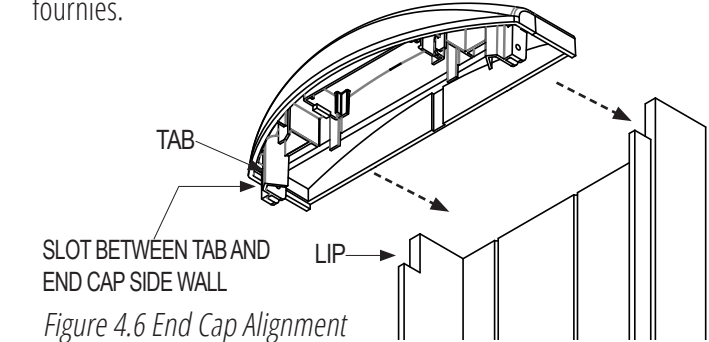

Figure 4.6 End Cap Alignment
16. Faites correspondre et insérez les lèvres arrière de la boîte dans les fentes entre les languettes du capuchon et les parois latérales du capuchon. (Fig. 4.6)